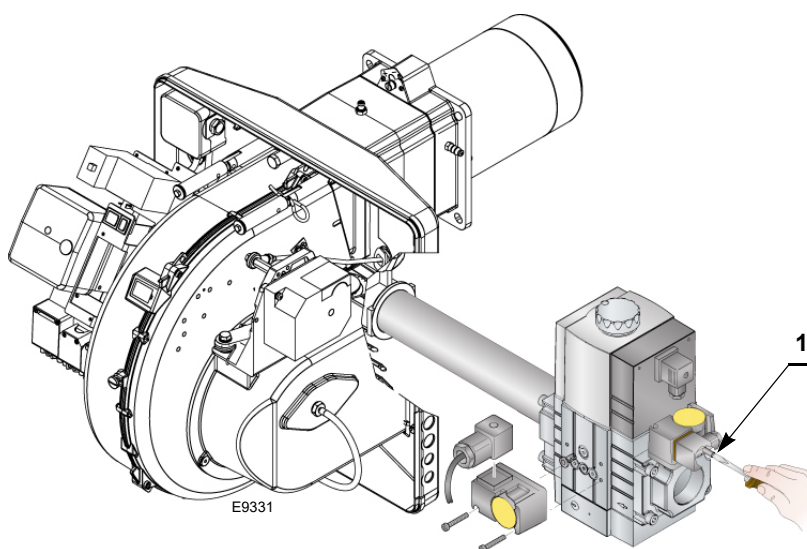

Abb. 21
- Prüfen Sie den Gasversorgungsdruck durch Anschließen eines Druckmessers an die Druckentnahmestelle 1) (Abb. 21) des Minimal-Gasdruckwächters: er muss geringer als der maximal zulässige Druck der Gasarmatur sein, der auf dem Kennschild der technischen Daten angegeben ist.
Das Manometer (Abb. 21) zeigt den Gaseintritt an der Muffe an. Sollten weitere Störabschaltungen des Brenners erfolgen, wird auf das Kapitel "Störungen - Ursachen - Abhilfen" auf Seite 34 verwiesen.